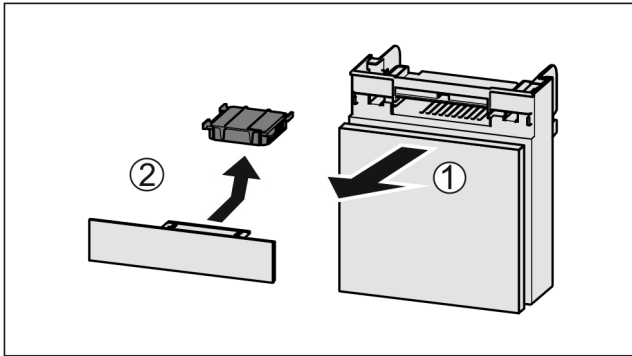

Fig. 35
- ▶ Издърпайте Fig. 35 (1) напред отделението.
- ▶ Извадете Fig. 35 (2) филтъра с активен въглен.